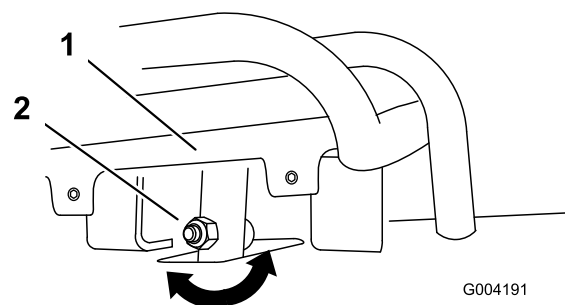
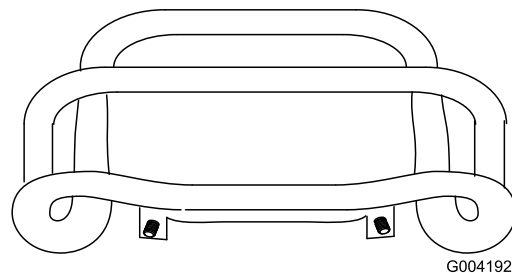

Figura 52
Figura 53
alla barra di riferimento, allentate il dado e imbullonate lo stelo del comando della trazione (Figura 52).
5. Regolate il comando della trazione in modo che rimanga a filo con la barra di riferimento quando viene tirato all'indietro (Figura 52 e Figura 53).
- C. Allentate il dado flangiato e il bullone nello stelo del comando della trazione (Figura 52).
- I. Regolate il comando della trazione in modo che rimanga a filo con la barra di riferimento quando viene tirato all'indietro (Figura 52 e Figura 53).